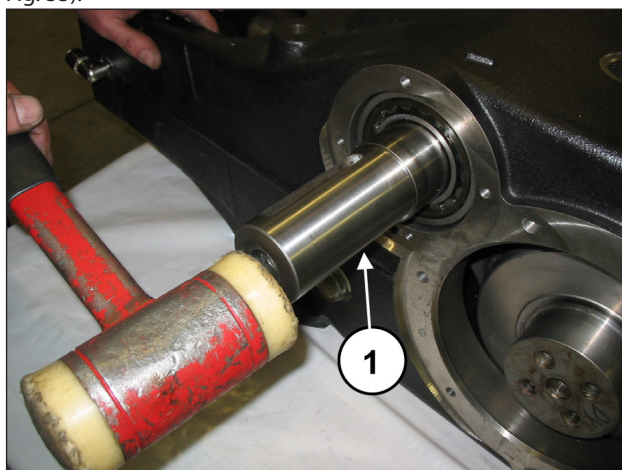
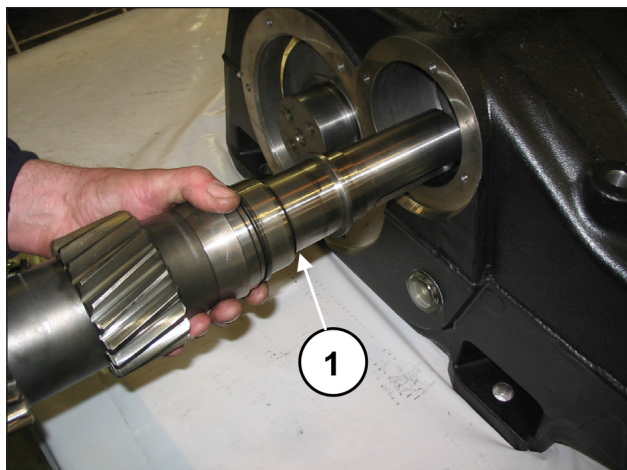

Fig. 32
Fig. 33
Far indietreggiare il più possibile le tre bielle (portarle a contatto con l'albero a gomiti). Mediante l'utilizzo di una massa battente (pos. ①, Fig. 32) estrarre l'albero PTO da uno qualsiasi dei due lati (pos. ①, Fig. 33).